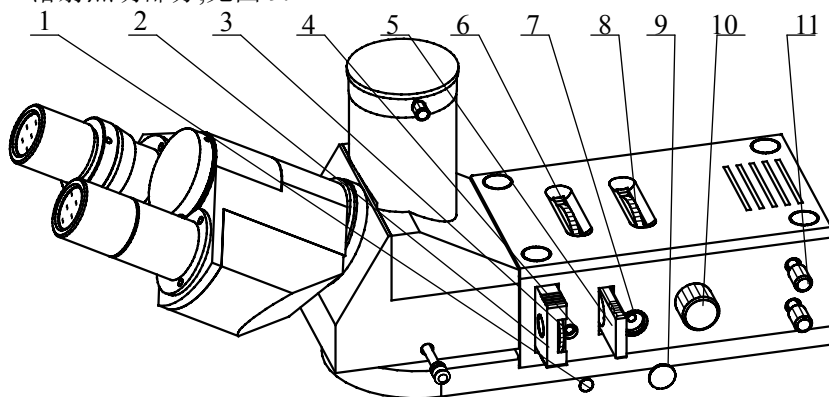
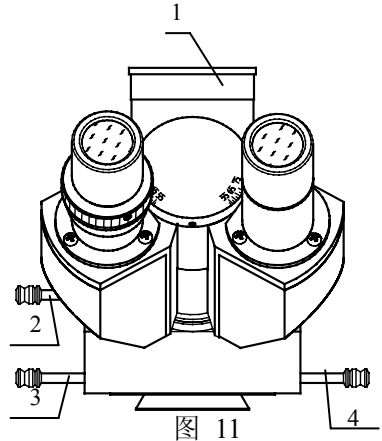

图 9
图 11
6. 落射照明部分,见图 9.
- 7) 检偏振片推杆连接整个检偏振座。推动带绿色环的推杆(图 11),仪器处于偏光观察工作状态。转动起偏振器时(图 9),通过目镜观察明暗变化,可达到正交状态。